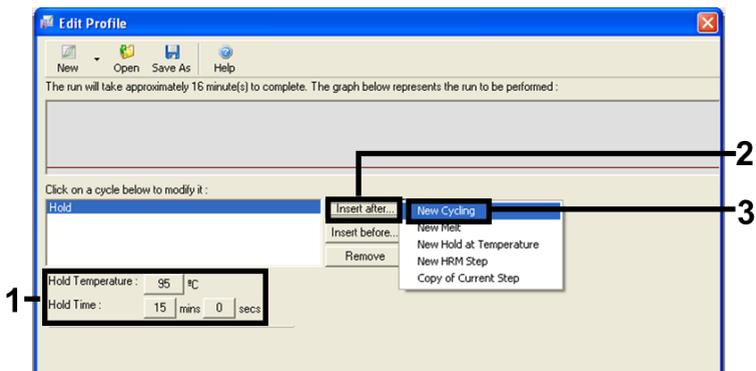

Figura 5. Etapa de incubação inicial a 95 °C.
7. Defina o valor no campo Hold Temperature (Temperatura de retenção) como 95 °C e o valor de Hold Time (Tempo de retenção) como 15 mins 0 segs (15 min e 0 s). Clique em Insert After (Inserir após) e, em seguida, selecione New Cycling (Nova ciclagem) (Figura 5).